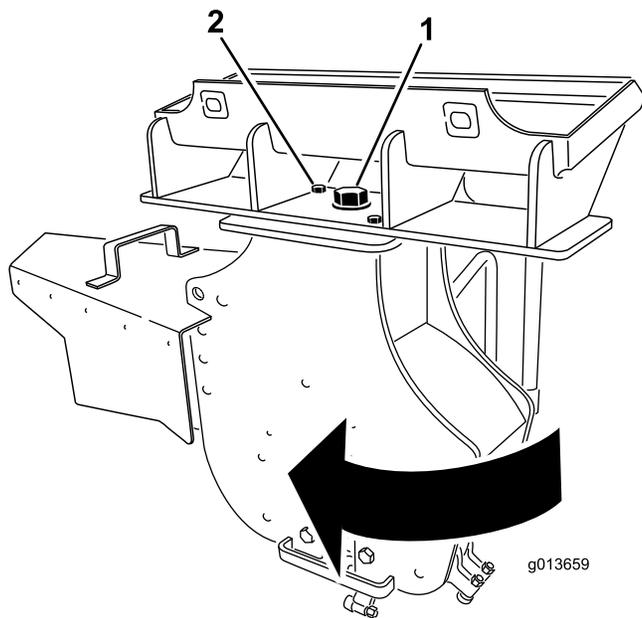

Bild 10
3. Lockern Sie die große Schraube an der Oberseite der Fräse (Bild 10).
4. Entfernen Sie die vordere Schraube und Mutter, die die Fräse befestigen (Bild 10).
5. Drehen Sie die Fräse um 30 Grad nach rechts (Bild 10).
6. Ziehen Sie die große Schraube mit 406 N·m (Bild 10) fest.
7. Montieren Sie die große Schraube und die Mutter im vorderen Loch und ziehen sie mit 101 N·m (Bild 10) fest.
12. Lockern Sie die große Schraube an der Oberseite der Fräse (Bild 10).
13. Entfernen Sie die vordere Schraube und Mutter, die die Fräse befestigen (Bild 10).
14. Drehen Sie die Fräse um 30 Grad nach links (Bild 10).
15. Ziehen Sie die große Schraube mit 406 N·m (Bild 10) fest.
16. Montieren Sie die große Schraube und die Mutter im vorderen Loch und ziehen sie mit 101 N·m (Bild 10) fest.